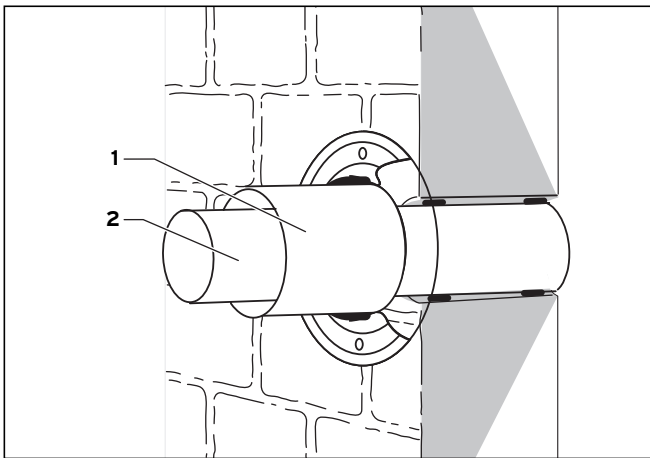

Рис. 5.36 Монтаж подсоединения
- Укоротите воздухопровод/трубу газоотвода согласно рис. 5.36 и размерам в главе 3. При укорачивании трубы воздухопровода обратите внимание, что конец с распоркой не отсоединяется.
- Установите трубу газоотвода (2) в стену и закройте ее соответствующим стройматериалом.